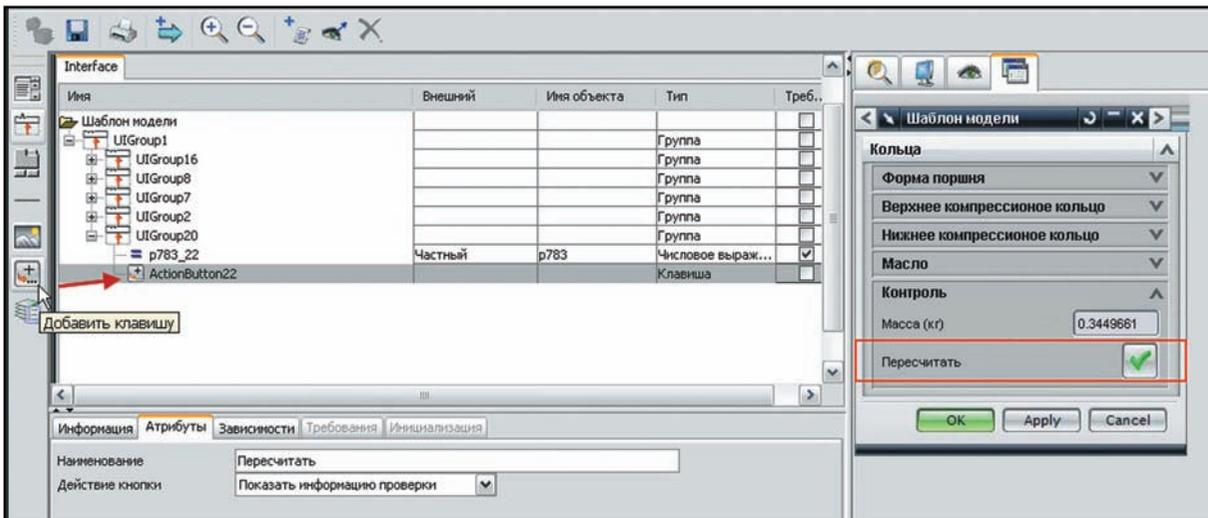

Рисунок 10.27 Добавление кнопки действия
- С вертикальной инструментальной панели выделите и перетащите под параметр массы элемент типа «Кнопка». Выделив его, задайте ему имя на вкладке **Атрибуты** и в выпадающем списке **Действие кнопки** выберите пункт **Показать информацию проверки** (рис. 10.27).